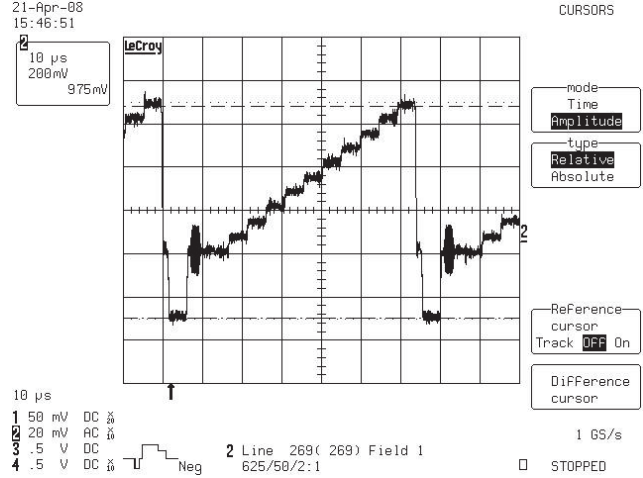

图 16 射频 11 灰阶信号波形
2、射频输入 11 灰阶信号，高频头 U24 第 7/8 脚输出中频信号，经过后端一系列处理后，插座 J12 AV-VOUT 全电视信号波形如图 16 所示。